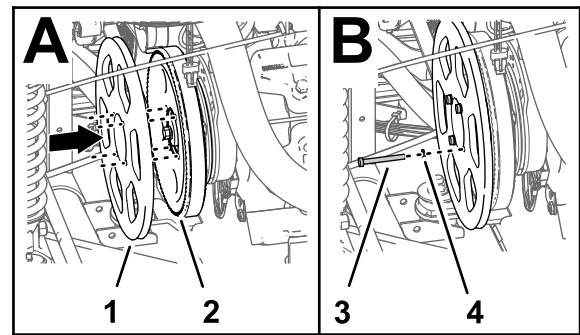

Figura 182
4. Allineate i fori nella puleggia per l'alternatore (kit) con i fori nella puleggia per la pompa dell'irroratrice (Figura 182).